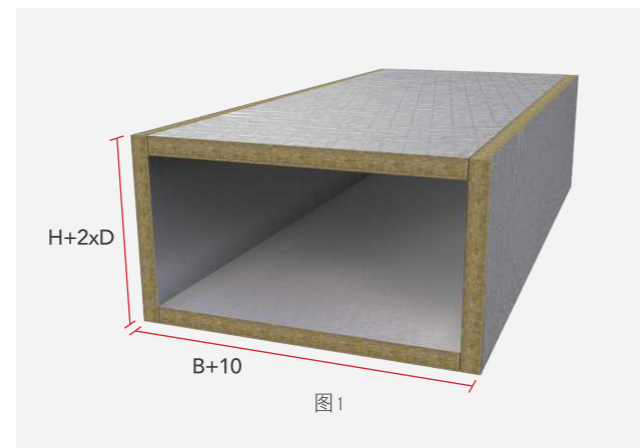

图1
- 使用手工锯可以很方便的对ROCKWOOL防排烟风管专用防火棉进行切割,切割时风管顶部和底部的岩棉板宽度应比铁皮风管的实际宽度宽10mm,以保证与边部的岩棉板紧密拼合。边部岩棉板的高度建议为:铁皮风管高度(H)+2×岩棉板厚度,详见图1。